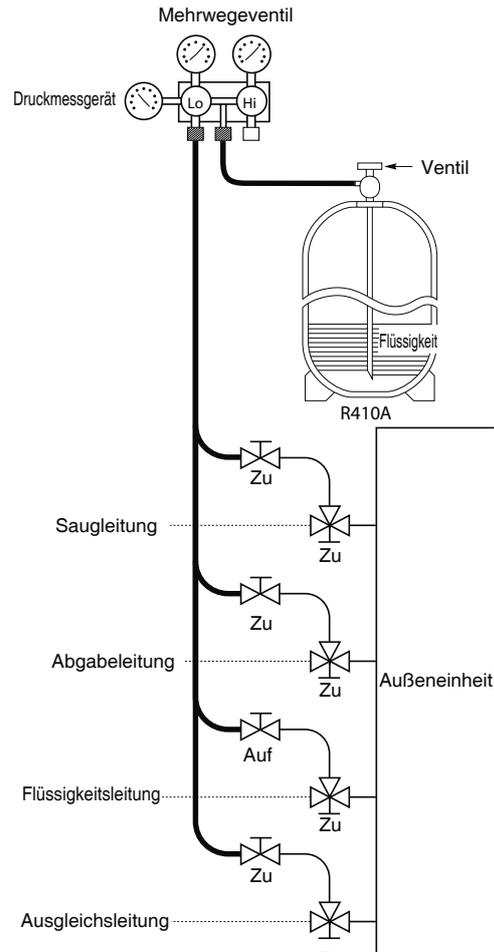

Abb. 6-5
- Einfüllen von zusätzlichem Kältemittel (berechnet entsprechend der Flüssigkeitsleitungslänge, wie in Abschnitt 1-8 "Zusätzliche Kältemittelbefüllung" beschrieben) am Wartungsventil an der Flüssigkeitsleitung. (Abb. 6-5)